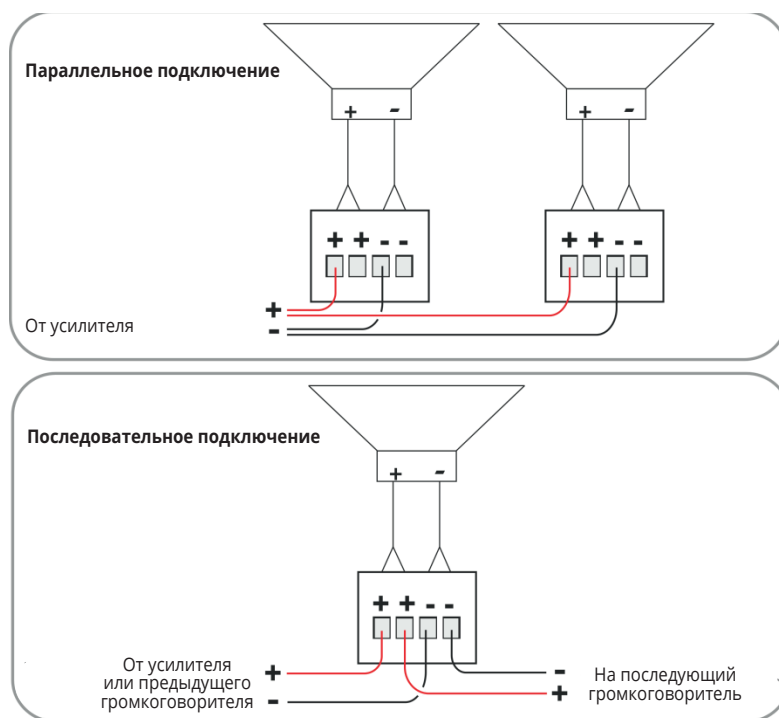

Рис. 3. Схема подключения Galil 6-C
- Параллельное соединение: подключите пару акустических кабелей, идущих от усилителя, к клеммам PIN 2 и PIN 3. каждого из громкоговорителей. Если отсоединить одну пару входных клемм, остальные громкоговорители останутся подключенными (см. рисунок 3).
- Последовательное соединение: пара акустических кабелей (+ и -) от громкоговорителя подключается к клеммам + и - последующего громкоговорителя. При отсоединении одной пары клемм последующие громкоговорители будут отключены (**см. рисунок 3**).